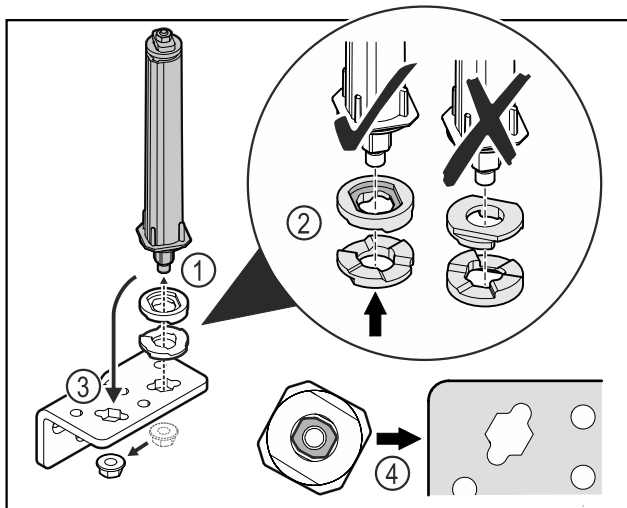

Fig. 39
- Odkręcić nakrętkę i wyjąć system blokujący drzwi Fig. 39 (1).
- Zwracać uwagę na prawidłowe ustawienie podkładek do regulacji wysokości Fig. 39 (2).
- Przełożyć system blokujący drzwi w zawiasie i zamocować nakrętką Fig. 39 (3).
- Przy wkładaniu zwracać uwagę na prawidłowe ustawienie systemu blokującego drzwi Fig. 39 (4).